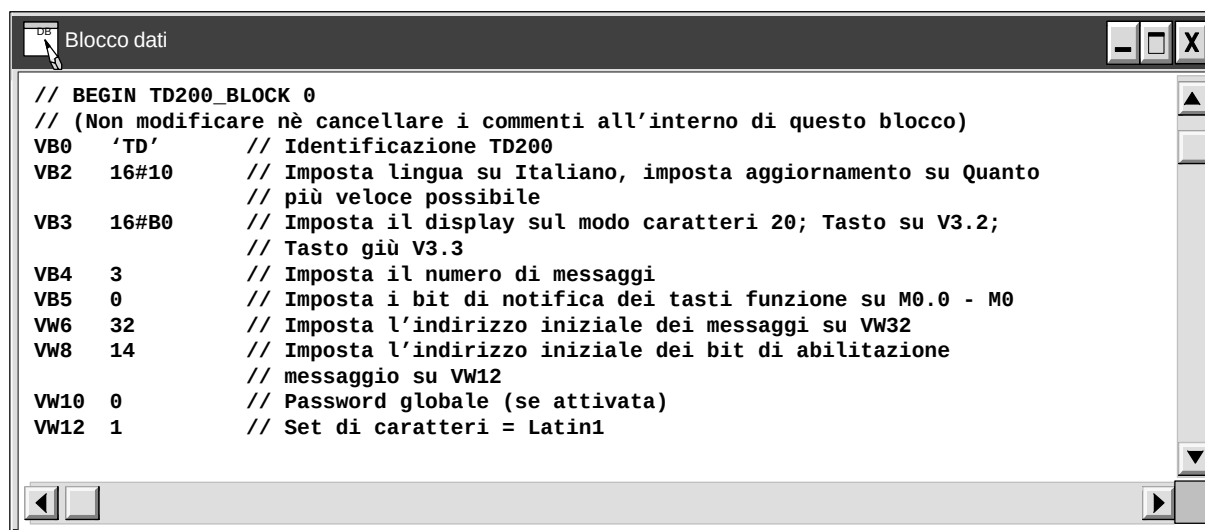

Figura E-2 Blocco dati con un esempio di configurazione del TD 200
1. Selezionare il comando di menu **Visualizza > Blocco dati**. Comparirà la finestra di dialogo Blocco dati (figura E-2).
Nelle fasi descritte di seguito, gli indirizzi in cui effettuare le modifiche sono specificati come offset a byte dall'inizio della configurazione. L'indirizzo iniziale della configurazione è l'indirizzo in cui compare il valore "TD". Nella figura E-2 la riga di codice "VB0 'TD'" indica che l'indirizzo della configurazione del TD 200 inizia in VB0. Per stabilire dove apportare le modifiche, si devono sommare all'indirizzo iniziale della propria configurazione gli offset specificati di seguito.
Ad esempio la riga VB2 nella figura E-2 è 16#10. L'"1" imposta la lingua inglese, per cambiarla in cinese, si deve modificare la riga in "VB2 16#60".
3. Offset di 3 byte: per fare in modo che il TD 200 utilizzi un set di caratteri alternativo, si deve impostare il bit più significativo di questo byte. Servendosi di una calcolatrice esadecimale si dovrà sommare 80 al valore corrente di questo indirizzo. Per attivare il set di caratteri alternativo, modificare la riga indicata in figura E-2 e impostare VB3 su 16#B0.
4. Offset di 8 byte: accertarsi che il valore che specifica l'indirizzo iniziale dei bit di abilitazione messaggi sia almeno 14 byte maggiore dell'indirizzo iniziale della configurazione. Nella figura E-2 VW8 deve essere 14 byte maggiore di VB0. Se si utilizza il valore di default "12" proposto da un precedente Assistente TD 200 ("VW8 12"), si deve modificare questo valore in "VW8 14".
5. Offset di 10 byte: accertarsi che sia presente un carattere jolly per la password. Se è già stata immessa una password non è necessario effettuare alcuna operazione, se l'offset è vuoto, immettere 0 come carattere jolly. Nella figura E-2, "VW10 0" indica che è stato specificato uno "0" come carattere jolly.
6. Offset di 12 byte: specificare il set di caratteri per i messaggi utente facendo riferimento alla tabella E-2 per determinare il valore da immettere. Nella figura E-2 "VW12 1" indica che la configurazione del TD 200 utilizzerà per i messaggi utente il set di caratteri Latin 1.